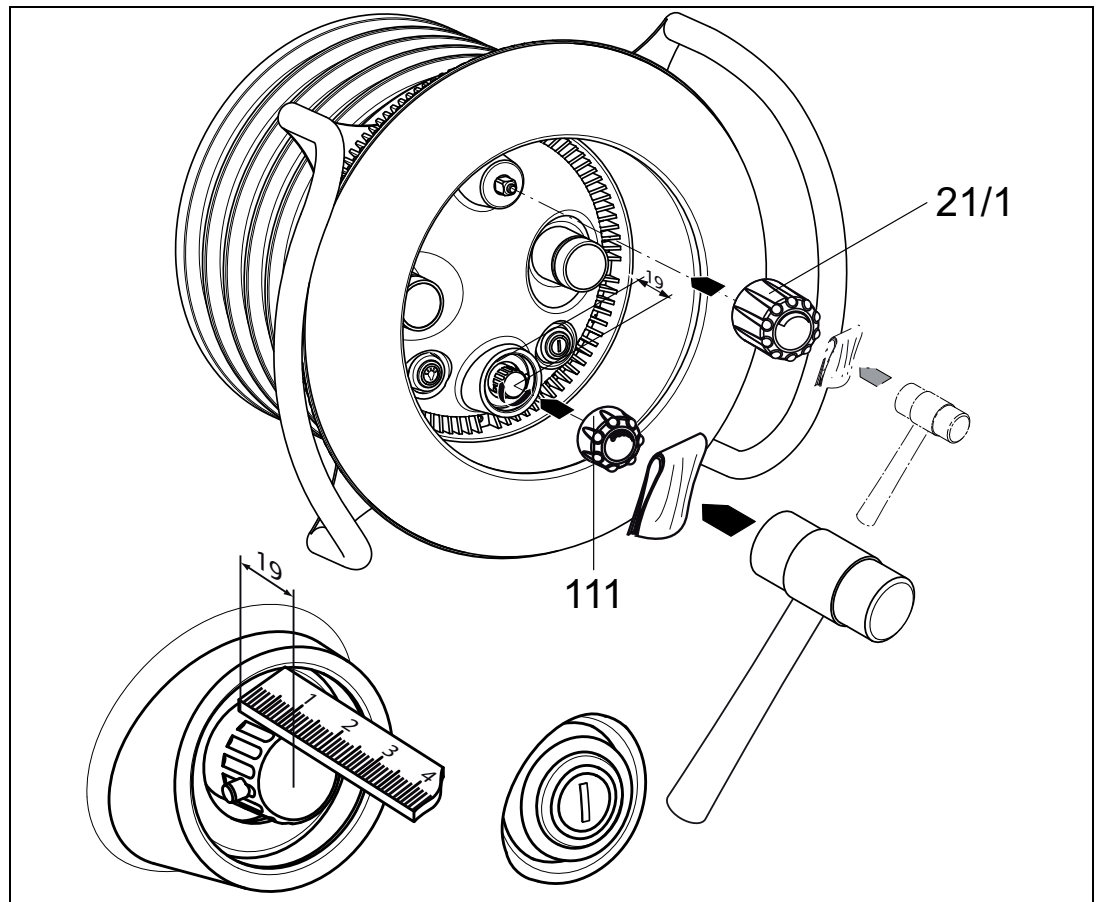

Abb.13
12. Kappe für Mengen- (**21/1**) und Luftregulierung (**111**) mit Hilfe eines Gummi-Hammers und Schutztuches befestigen (Abb.13).